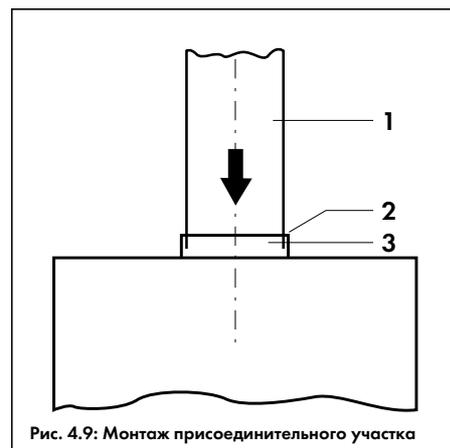

Рис. 4.9: Монтаж присоединительного участка
**Указание:** При установке котла и подсоединению его к дымоходу следует руководствоваться действующими в данной местности СНиП, Правилами безопасности в газовом хозяйстве, другими действующими в данной местности нормами и правилами, а также местными предписаниями газоснабжающих организаций. Согласование выбора места установки, конфигурации дымохода и соединительного участка, а также организация приточно-вытяжной вентиляции проводятся в установленном для данной местности порядке в соответствии с действующими для данной местности нормативными документами. Для обеспечения нормального функционирования аппарат должен быть подключен к дымоходу соответствующего сечения, обеспечивающему безупречный отвод продуктов сгорания от котла. Подсоединение к дымоходу выполняется с помощью соединительного участка диаметром 110 мм (VU(W) 180) или 130 мм (VU(W) 260) из допущенного местными нормами и предписаниями негорючего материала следующим образом:
- Вставьте соединительный участок дымохода (1, рис. 4.9) в предохранитель тяги котла (2, рис. 4.9). Обратите при этом внимание на то, чтобы труба соединительного участка плотно сидела в патрубке (3, рис. 4.9) предохранителя тяги.